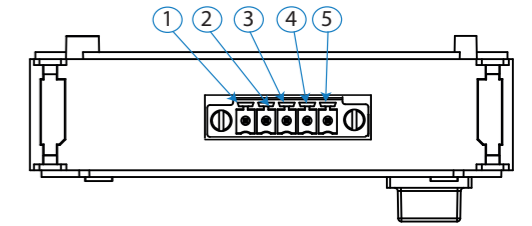

Figura 1 / Figure 1 / Figure 1 / Abbildung 1 / Figura 1 / Figura 1
- 1.- Retirar los 2 clips de sujeción que aguantan la tapa protectora, mediante un destornillador de punta plana (Figura 1).
- Svitare i 2 fermi di sostegno che mantengono chiuso il coperchio di protezione, utilizzando un giravite a punta piatta (**Figura 1**).
- Retire os 2 clips de fixação que suportam a tampa protectora através de uma chave de fendas de ponta plana (**Figura 1**).